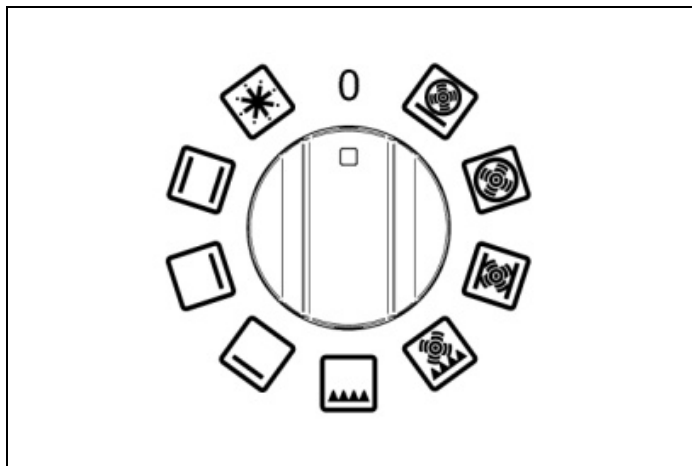
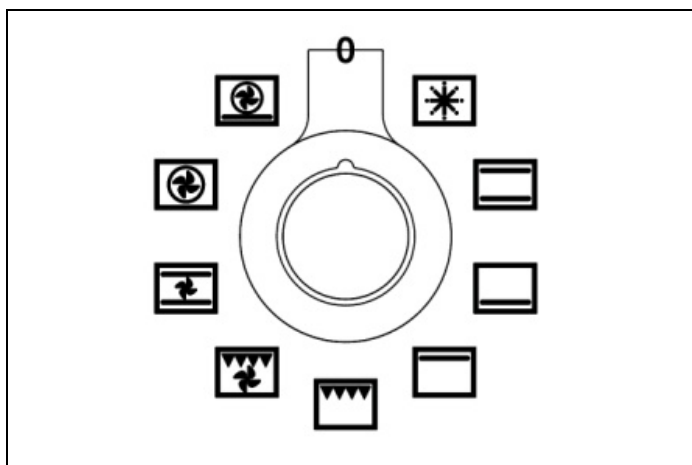
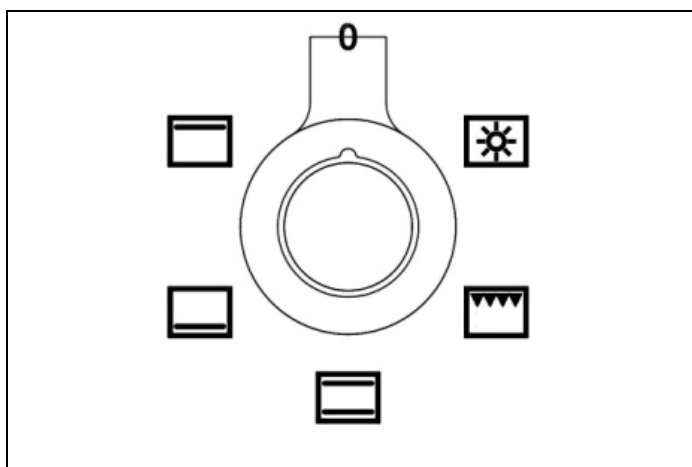

Fig. 25
Fig. 26
Fig. 27
- 1) Drej funktionsknappen (Fig. 25 - Fig. 26 og Fig. 27) med uret for at vælge den ønskede funktion.